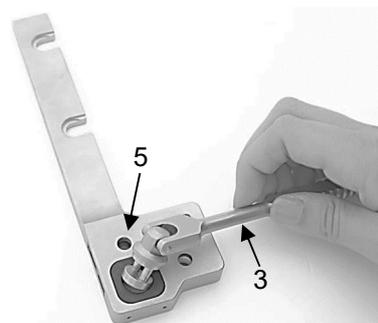

Fig. 7
Commencer par faire passer le levier d'entraînement (3) dans le logement prévu à cet effet du boîtier (5) (Fig. 7).